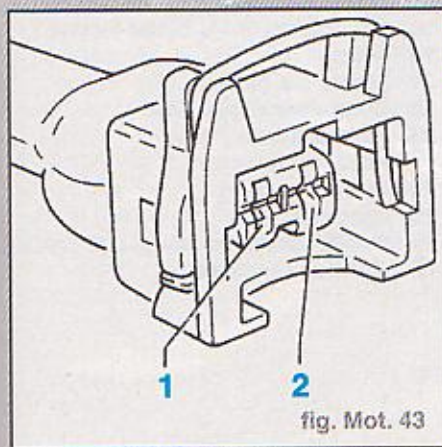

fig. Mot. 43
- mesurer la tension d'alimentation de l'électrovanne au contact **1** de la fiche et à la masse de moteur (fig. Mot. 43)